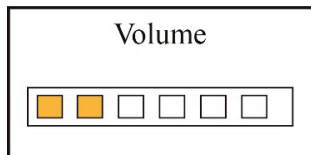

Figura 4.10B Impostazione volume
- **Volume:** Per impostare il volume del suono (compresi i segnali acustici di allarme, bip della frequenza cardiaca, suono dei tasti) tra 6 livelli disponibili; l'impostazione predefinita è a livello 3, come mostrato nella figura 4.10B.